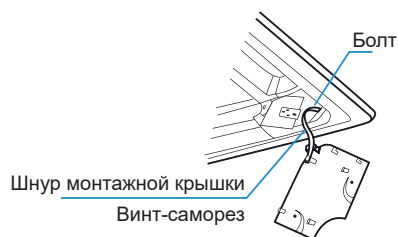

Рисунок 3.20
- (1) Закрепите трос монтажной крышки на болту монтажной крышки с помощью шурупов. (См. рис. 3.20)